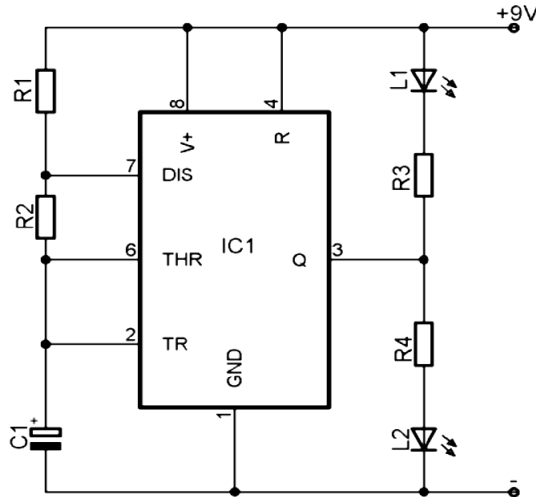

Figura 91: LM555 como oscilador (astável)
1. Monte o circuito apresentado na Figura 91.